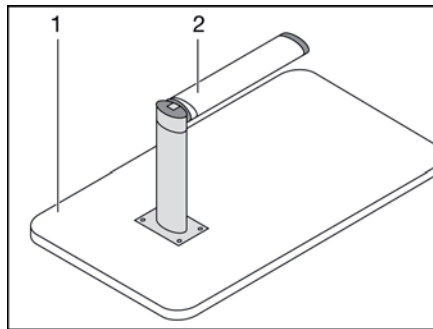

Fig. 55 Sommier de lit
- Soulever légèrement le plateau de table (Fig. 55,1) à l'avant d'env. 45°.
- Tirer la partie inférieure du pied de table (Fig. 55,2) vers le bas et le rabattre de 90°.